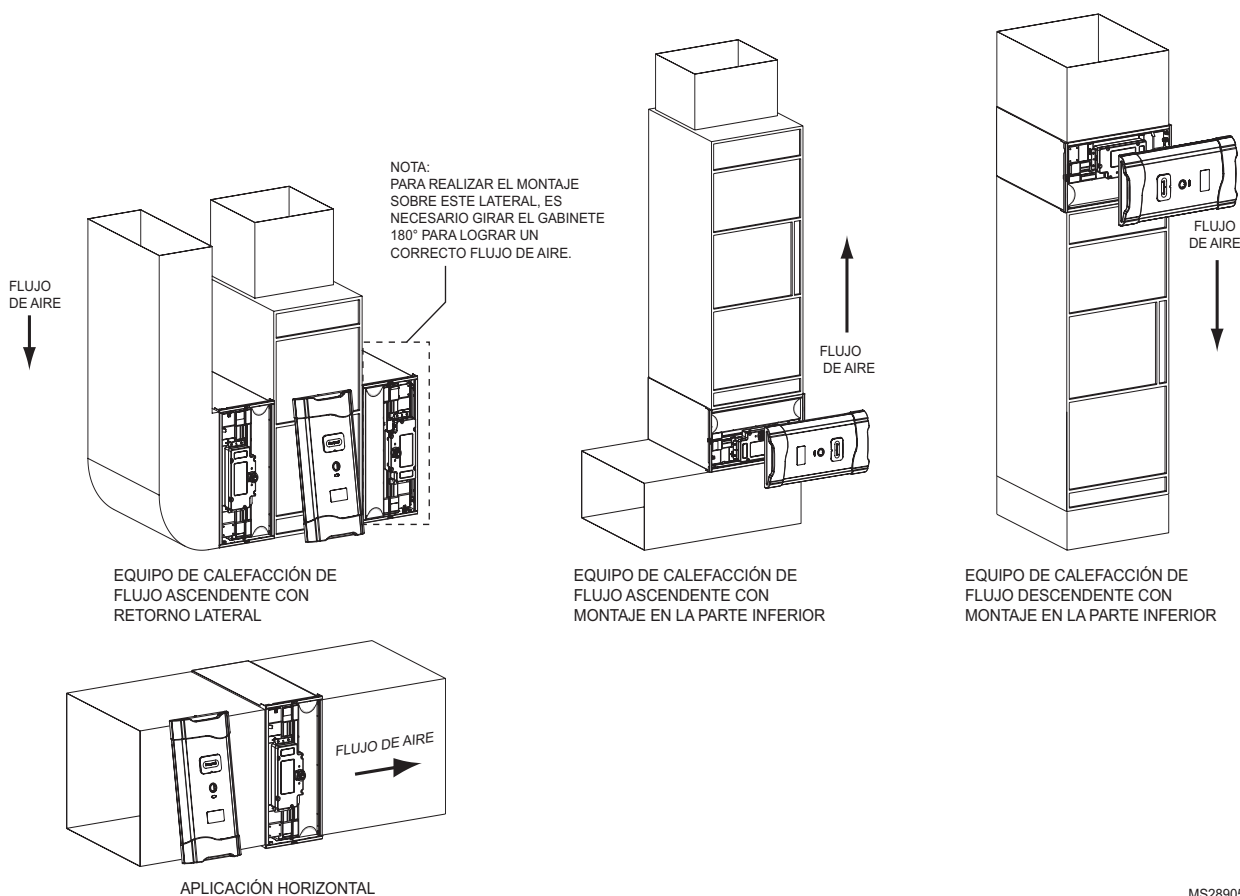
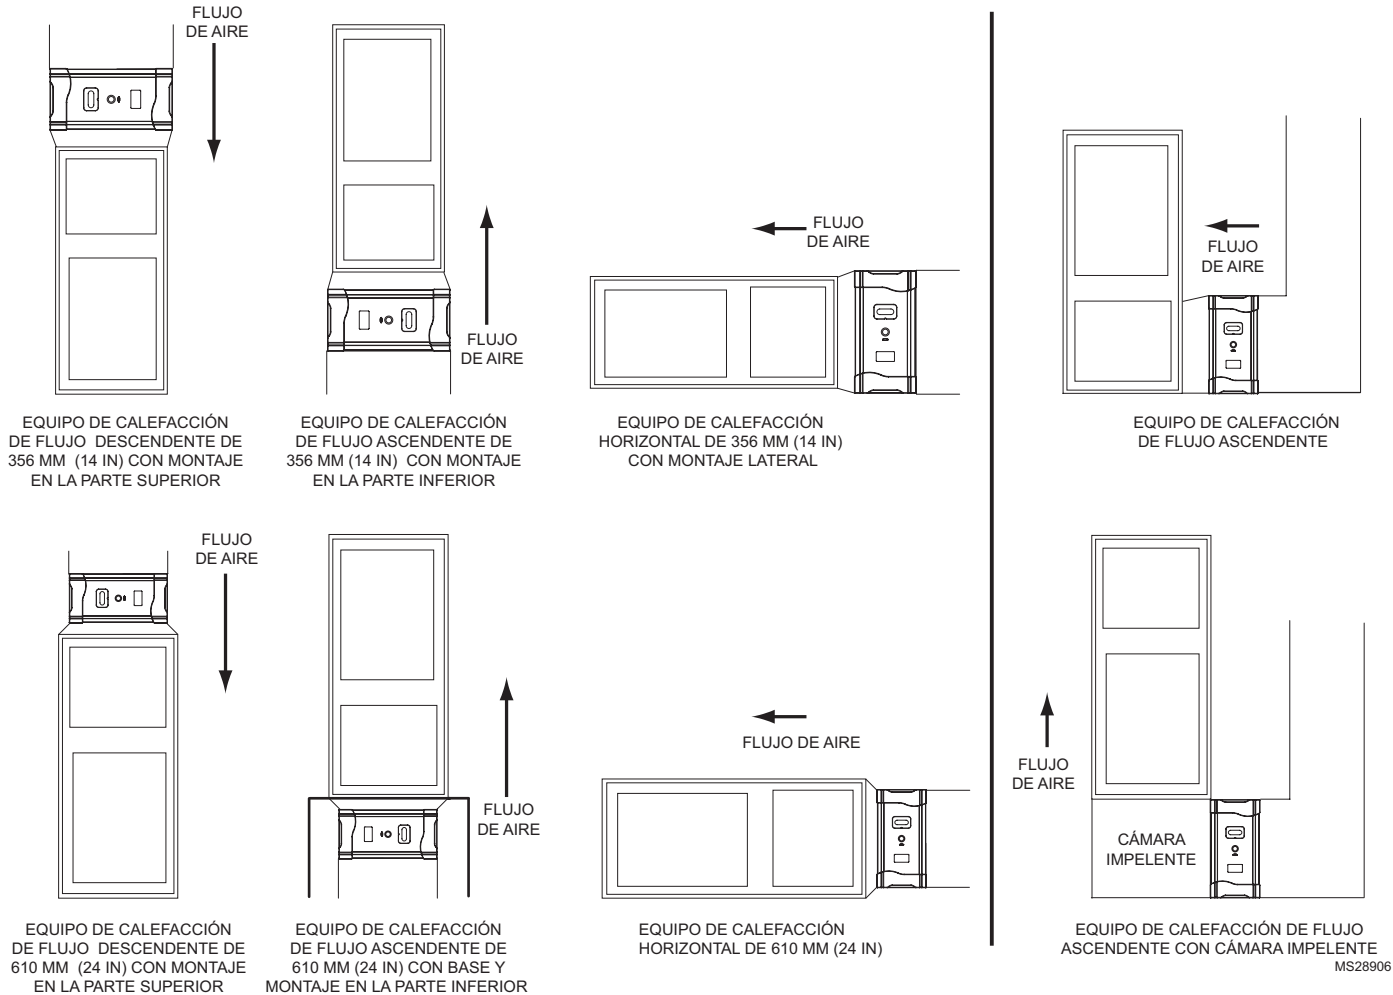
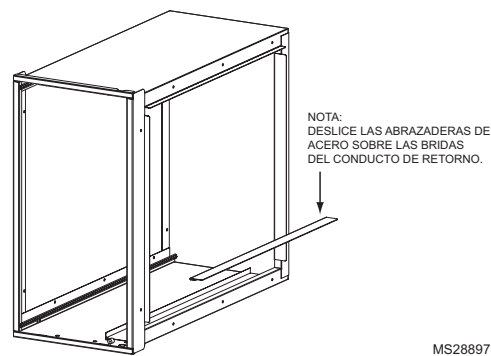

Fig. 7. Orientación del gabinete para los modelos FH8000F.
Fig. 8. Orientación del gabinete para los modelos FH8000F con transición.
Fig. 10. Uso de los adaptadores para el conducto de retorno.
- Identifique una orientación de montaje para el limpiador de aire mejorado Honeywell en el conducto de aire de retorno. Consulte las Fig. 7 y 8 en las páginas 10 y 11.
- Coloque el gabinete entre el equipo de calefacción y el conducto de aire de retorno (ver Fig. 7 en la página 10, Fig. 8 en la página 11, Figura 9 y Fig. 10 en la página 13). Es posible que necesite un conducto de transición.
- f. Se incluyen adaptadores para el conducto de aire de retorno, para mayor conveniencia del instalador. Deberán utilizarse para conectar el lateral superior del gabinete del limpiador de aire mejorado Honeywell al conducto de aire de retorno (ver Fig. 10).